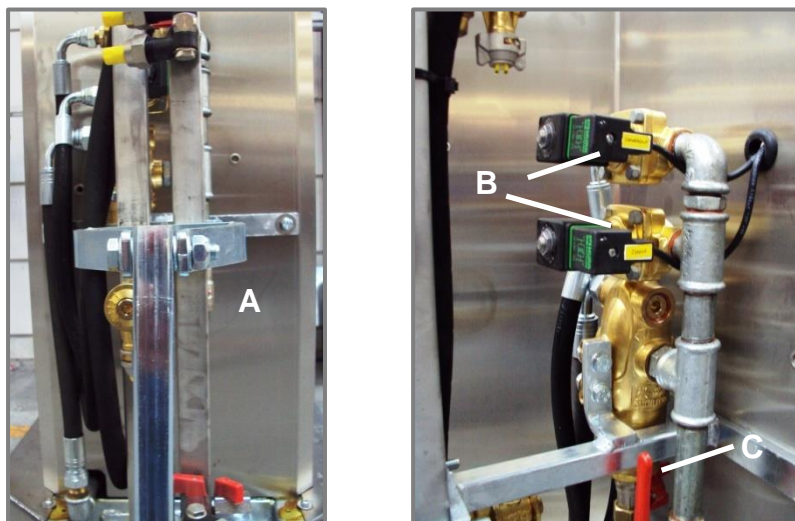

Figure 7.1 Valves électriques et connexions des flexibles
- Ouvrez le capot en acier inoxydable, à l'avant du chariot *METO* (voir la figure 7.1)
- Accrochez la rampe sur le point de fixation (A) et sur l'autre point de fixation situé plus haut sur le mât.
- Fixez les tuyaux de pulvérisation frontale et latérale aux connexions d'alimentation correspondantes de la rampe de pulvérisation (voir les étiquettes (B) ; la valve la plus basse est la valve de pulvérisation latérale, et la plus haute celle de pulvérisation frontale)
- Le tuyau souple est destiné au nettoyage du système à l'eau claire (C)